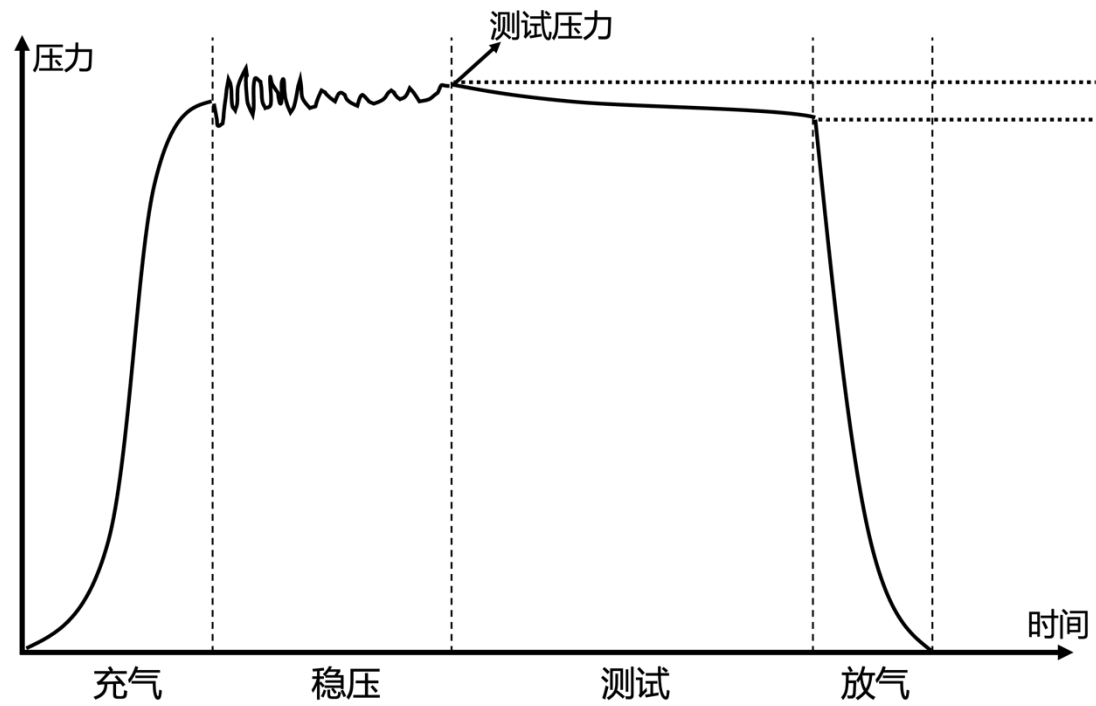

图 4-2 正压/负压半成品测试流程图
第三步测试：当测试时间结束后，仪器记录压力值 P2，同时计算出在测试时间内的压力差 $P3=P1-P2$ ；如果压力值 P1，在程序设定的进气上下限之间，同时压力差 P3 在程序设定的上下限之间，仪器给出 OK 信号。如果任何一个不在程序规定的上下限之间，则仪器给出 NG 信号。详情请见图 4-2。
第五步测试：当测试时间结束后，仪器记录压力值 P2，同时计算出在测试时间内的压力差 $P3=P1-P2$ ；如果压力值 P1，在程序设定的进气上下限之间，同时压力差 P3 在程序设定的上下限之间，仪器给出 OK 信号。如果任何一个不在程序规定的上下限之间，则仪器给出 NG 信号。详情请见图 4-2。
- 第三步测试：开始计算出在测试时间内的压力传感器的压力差 ΔP ；如果压力值 P1，在程序设定的进气上下限之间，同时压力差 ΔP 在程序设定的上下限之间，仪器给出 OK 信号。如果任何一个不在程序规定的上下限之间，则仪器给出 NG 信号。详情请见图 4-2。
第五步测试：开始计算出在测试时间内的压力传感器的压力差 ΔP ；如果压力值 P1，在程序设定的进气上下限之间,同时压力差 ΔP 在程序设定的上下限之间,仪器给出 OK 信号。如果任何一个不在程序规定的上下限之间，则仪器给出 NG 信号。详情请见图 4-2。
第三步测试：开始计算出在测试时间内的压力传感器的压力差 ΔP ；如果压力值 P_1 ，在程序设定的进气上下限之间，同时压力差 ΔP 在程序设定的上下限之间，仪器给出 OK 信号。如果任何一个不在程序规定的上下限之间，则仪器给出 NG 信号。详情请见图 4-2。